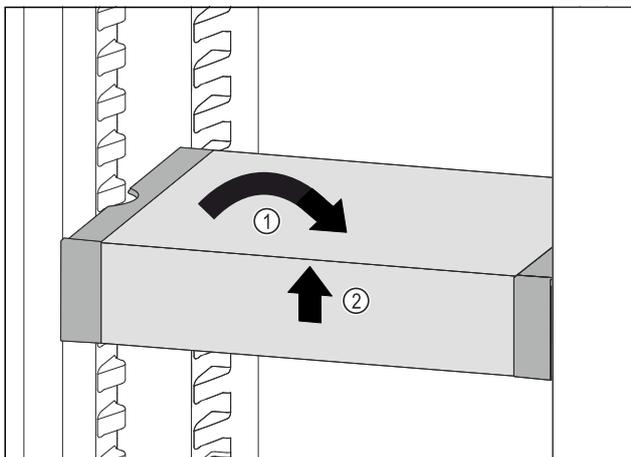

Fig. 124
- Collocare VarioSafe in maniera dritta. Fig. 124 (1)
- Sollevare VarioSafe dal lato anteriore. Fig. 124 (2)